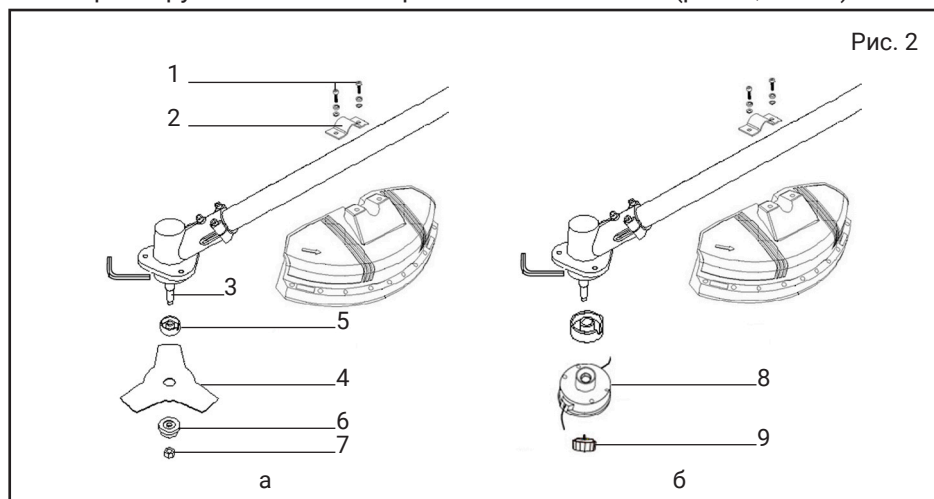

Рис. 2
- установить защитный кожух на штангу триммера так как показано на рис. 2;
- сверху установить прижимную пластину (рис. 2, поз. 2);
- зафиксируйте положение крепежными винтами (рис. 2, поз. 1)
3.4.4 Установка режущего элемента (рис. 2).
При необходимости и в зависимости от модели триммера возможна установка в качестве режущего элемента режущую головку с леской (рис. 2 б) или трехлопастной металлический ножа (рис. 2 а).
- зафиксировать рабочий вал (рис. 2, поз. 3) с помощью шестигранного ключа установив его в специальное отверстие с боку в корпусе редуктора(как показано на рис. 2);
- После чего установить нож (рис. 2 а, поз. 4) или режущую головку с леской (рис. 2 б, поз. 8), вместе с фланцами (рис. 2, поз. 5, 6) в последовательности как на указано на рис. 2.
- в случае использования ножа (рис. 2 а, поз. 4), после его установки необходимо установить шплинт на рабочий вал (рис. 2 а, поз. 3), тем самым исключить возможность откручивания фиксирующей гайки (рис. 2, поз. 7) ножа.
- заблокировать рабочий вал (рис. 2, поз. 3) с помощью шестигранного ключа;